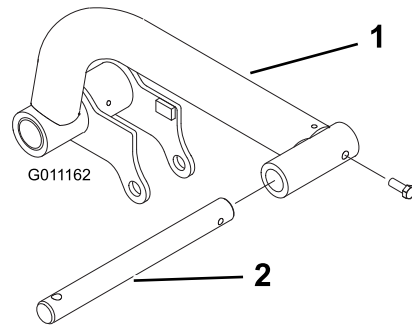

Figura 9
- Inserite un'asta orientabile in ogni braccio di sollevamento e allineate i fori di montaggio (Figura 9).